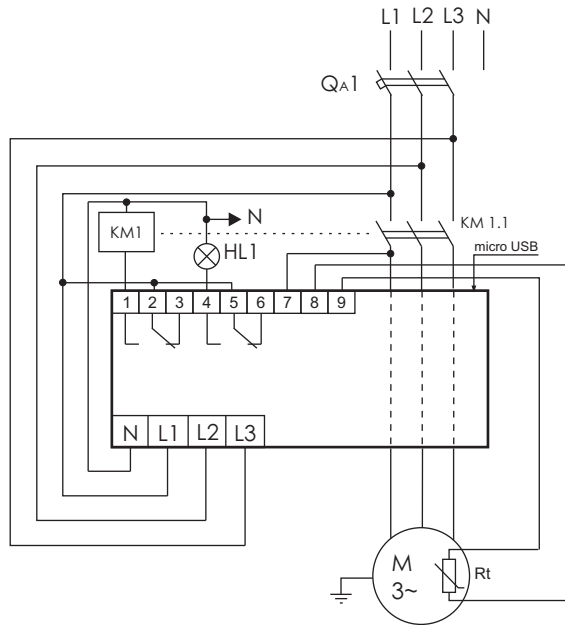

Рисунок 2 - Типовая схема включения AZD-M.
1. Включить двигатель в соответствии с одной из схем (рис. 2 или рис. 3)